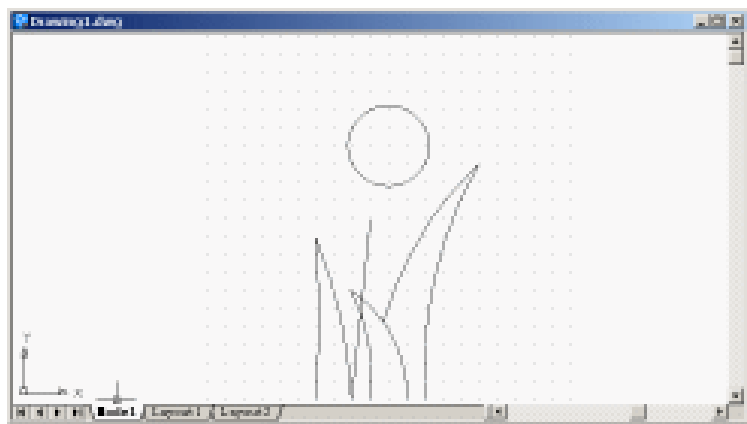

图 4.5 绘制花盘
(4) 用 CIRCLE 命令绘制花盘, 如图 4.5 所示。